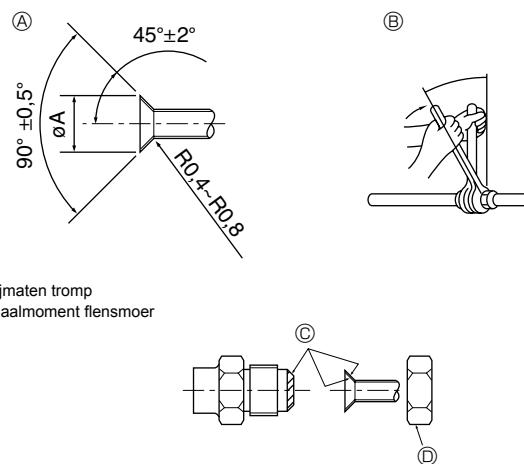

Fig. 4-1
### 4.2. Aansluiten van de pijpen (Fig. 4-1)
④ (Fig. 4-1)
⑤ (Fig. 4-1)